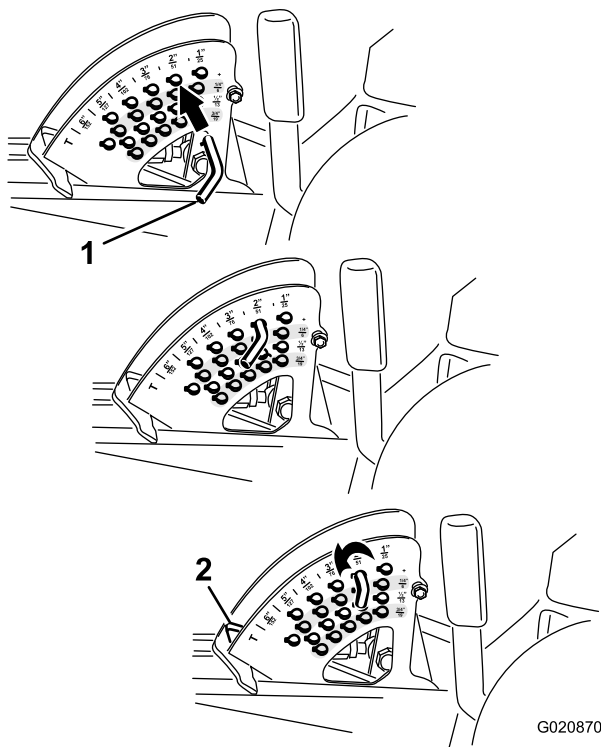

Figure 27
2. Tournez la goupille de butée jusqu'à ce que la goupille cylindrique située à l'intérieur soit en face des trous du support de hauteur de coupe et retirez-la (Figure 27).
3. Placez la goupille dans le trou du support correspondant à la hauteur de coupe voulue et tournez-la pour la verrouiller en place (Figure 27).
**Remarque:** Il y a 4 rangées de trous (Figure 27). La première rangée donne la hauteur de coupe indiquée au-dessus de la goupille. La deuxième rangée donne la hauteur indiquée plus 6 mm. La troisième rangée donne la hauteur indiquée plus 12 mm. La dernière rangée donne la hauteur indiquée plus 18 mm. Un seul trou, situé dans la deuxième rangée, correspond à la hauteur 15,8 cm. Il n'ajoute pas 6 mm à la hauteur de 15,8 cm.